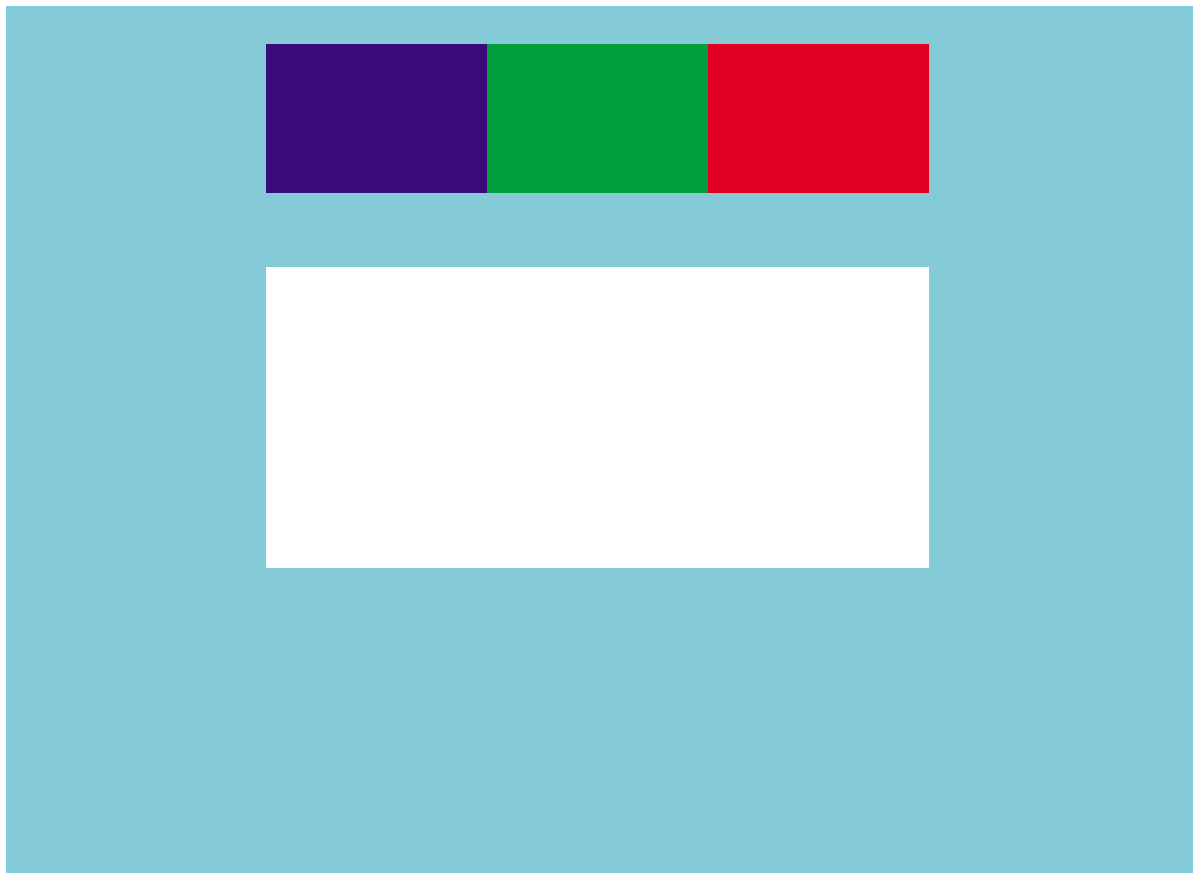

図 26. 自動調整補助ファイルを使用したパターンの表示
1. サポートするインターネット・サイト¹ から *4820Patt.exe* プログラムをダウンロードしてから、ディスクットを作成します。このファイルは、特別のイメージ・パターンを生成します (31ページの図26 を参照してください)。
1. サポートするインターネット・サイト¹ から 4820Patt.exe プログラムをダウンロードして、ディスクットを作成します。このプログラムは、特別のイメージ・パターンを生成します (31ページの図26 を参照してください)。